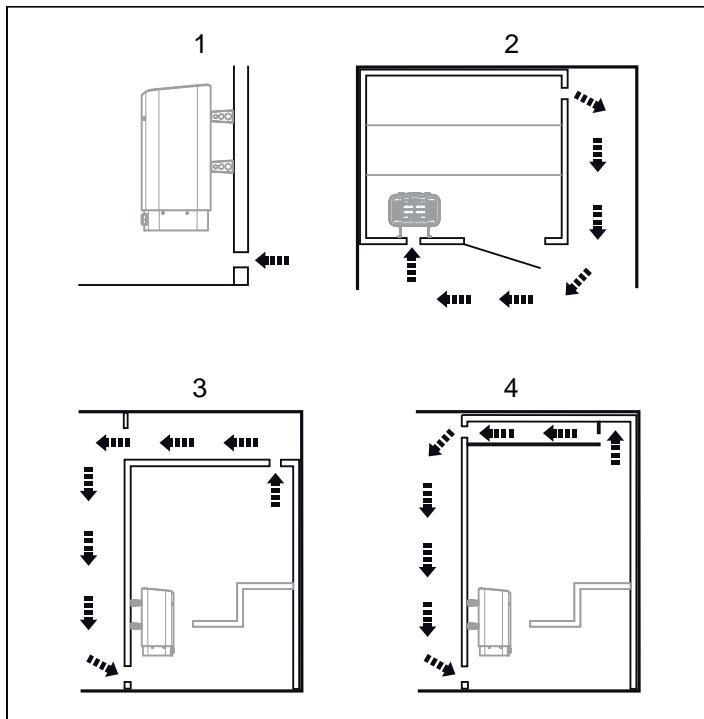

Fig 4: In- och utluftventilens placering
- med maximalt avstånd till inluftventilen, t.ex. i diagonal (se Fig 4, sidan 2).
- högt på väggen eller i taket (se Fig 4, sidan 2).